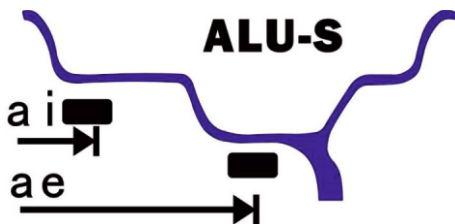

Рис. 7
- По окончании балансировки закрепите закрепите клеевые грузики в двух точках касания линейкой согласно рис.7